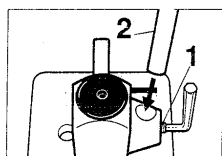
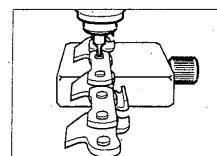

fig. 1
fig. 4
Il rompicatena viene fornito già assemblato eccetto la leva di impugnatura. Per montarla svitare la vite (1) (fig.1) utilizzando la chiave in dotazione. Inserite la leva (2) come indicato in fig.1 e bloccare la vite (1).
Posizionare la testa del rivetto sotto il punzone (fig.4) e abbassare progressivamente la leva (2) (fig.1) in modo tale da fare uscire il rivetto. Non forzare in modo eccessivo.